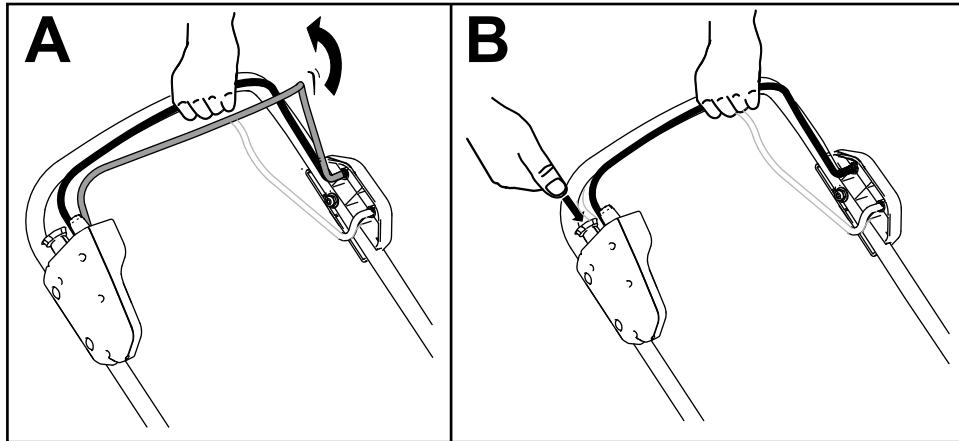

Figura 13
2. Apriete la barra de control de la cuchilla y sujétela contra el manillar (Figura 13, A).
3. Pulse el botón de arranque eléctrico y manténgalo pulsado hasta que el motor arranque (Figura 13, B).